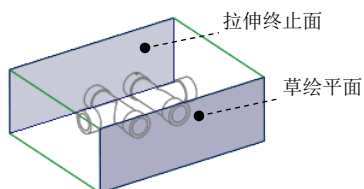

图 15.14 草绘平面和伸终止面
(1) 单击 **分型面** 功能选项卡 **形状** 区域中的 按钮，此时系统弹出“拉伸”操控板。
(2) 定义草绘截面放置属性。使用鼠标右击，从系统弹出的菜单中选择 **定义内部草绘...** 命令；在系统 **选择一个平面或曲面以定义草绘平面。** 的提示下，选取图 15.14 所示的坯料前表面为草绘平面，接受默认选取的箭头方向和平面为草绘视图方向和参考平面，方向为 **下**；单击 **草绘** 按
(4) 设置深度选项。
- ① 在操控板中选取深度类型（到选定的）。
- ② 将模型调整到合适位置，选取图 15.14 所示的模型表面为拉伸终止面。
- ③ 在“拉伸”操控板中单击按钮，完成特征的创建。